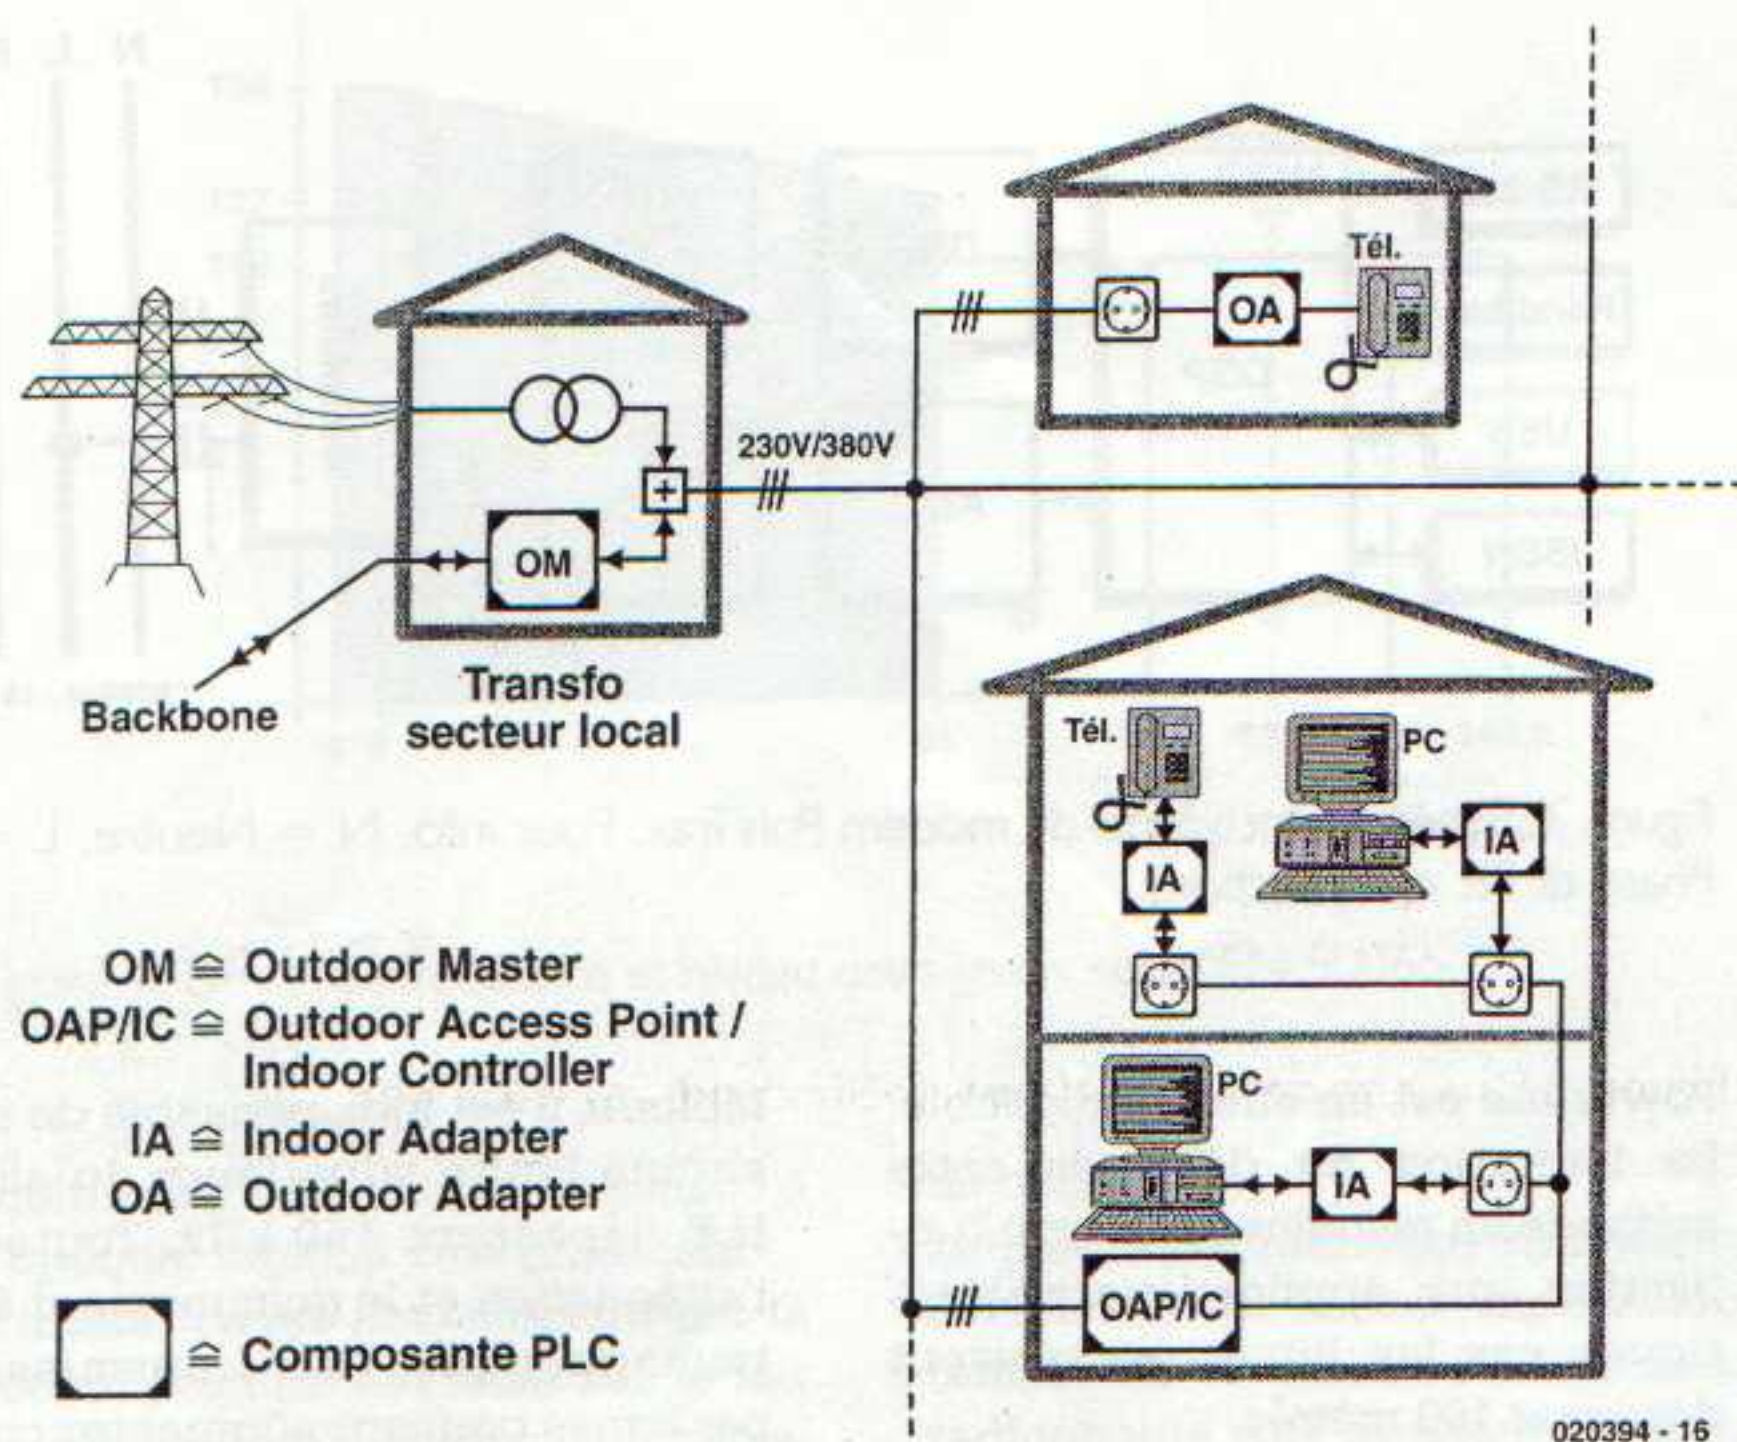

Figure 6. Système PLC à composants ASCOM.
L'entreprise helvétique Ascom (www.ascom.ch) est un des principaux fabricants de techniques PLC comme moyen d'assurer la liaison du « dernier kilomètre » entre, par exemple, Internet et le domicile. Ascom traite les domaines « Extérieur » et « Intérieur » (*Outdoor* et *Indoor*) de façon complètement séparée. C'est pourquoi chacun d'entre eux possède son propre réseau PLC entre lesquels un module installé dans le boîtier du compteur électrique du client assure la liaison. Voici la liste (minimale) des appareils PLC qu'il faut acquérir pour réaliser un système PLC Ascom (figure 6) :
Outre ces 3 composants de base, Ascom propose toute une série d'appareils PLC pour utilisation spéciale. La figure 6 ci-dessus présente un exemple d'application : le raccordement d'un seul téléphone au réseau extérieur. Il serait quelque peu exagéré d'installer un OAP/IC pour un seul adaptateur d'intérieur. C'est pourquoi Ascom offre aussi un « Outdoor Adapter » (OA) permettant de se raccorder directement au réseau extérieur.